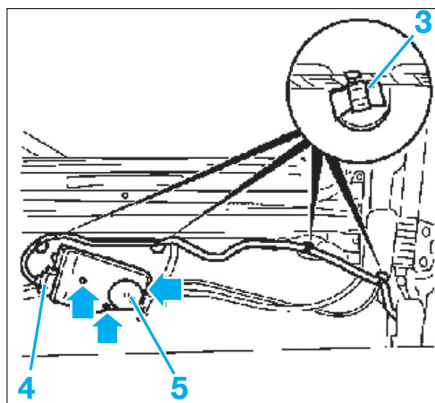
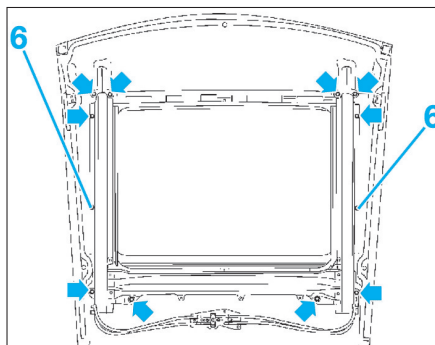

Fig. 45
Fig. 46
- Déposer la vitre (2).
- Enlever les agrafes (3) (Fig.45).
- Débrancher le connecteur (4).
- Déposer les vis (flèches) puis le moteur (5) du toit ouvrant.
- Déposer les écrous (flèches) (Fig.46).
- Desserrer les écrous (6).
- Déposer les écrous (6).